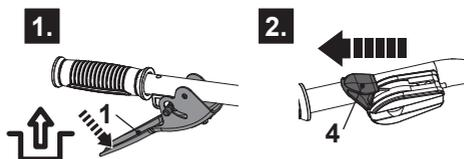

Fig. 26
1. Suelte la palanca del embrague (1) para desengranar los rotores (fig. 26, paso 1).
2. Desplace la palanca del acelerador (4) hasta el símbolo de la tortuga para apagar el motor (fig. 26, paso 2).